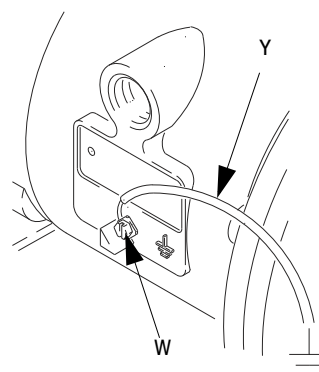

FIG. 1
- *Pompe* : branchez un fil de terre avec collier comme indiqué dans la figure 1. Desserrez la vis de mise à la terre (W). Insérez une extrémité d'un fil de terre (Y) de 1,5 mm² (12 ga) minimum derrière la vis de mise à la terre et serrez cette dernière fermement. Branchez l'extrémité du fil de terre sur une véritable prise de terre. Commandez le fil de terre avec collier référence 238909.